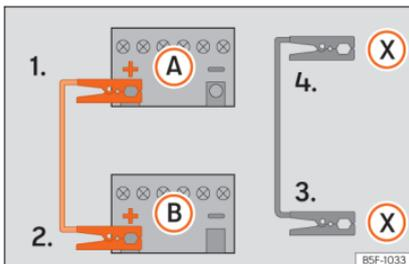

Abb. 83 Anschlusschema für Fahrzeuge mit Start-Stopp-System.
- 4b. Bei Fahrzeugen mit Start-Stopp-System: ein Ende des schwarzen Starthilfekabels (X) an einen geeigneten Masseanschluss, ein massives, fest mit dem Motorblock verschraubtes Metallteil oder an den Motorblock selbst anklammern » » **Abb. 83.**
5. Klemmen Sie das andere Ende des schwarzen Starthilfekabels (X) im Fahrzeug mit der entladenen Batterie an ein mit dem Motorblock verschraubtes, massives Metallteil oder an den Motorblock selbst, aber so weit wie möglich von der Batterie (A) entfernt an.